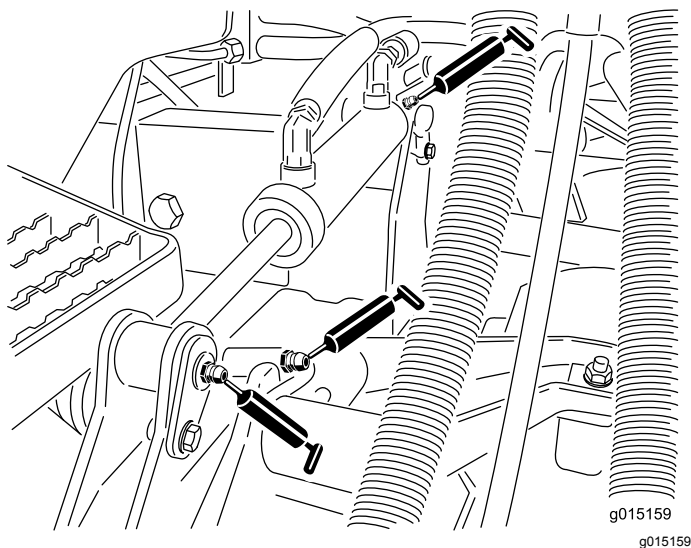

Figura 70
- Casquillos de los brazos de elevación (1 por unidad de corte) (Figura 70)
- Casquillos de los cilindros de elevación (2 por unidad de corte) (Figura 70)